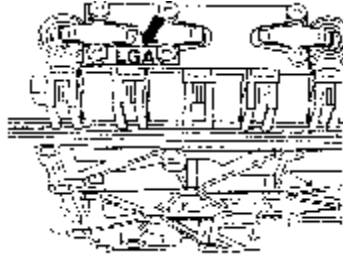

图 7-138 阀体的识别代号
(6) 阀体的识别代号被打制在金属铭牌上，如图 7-138 所示。